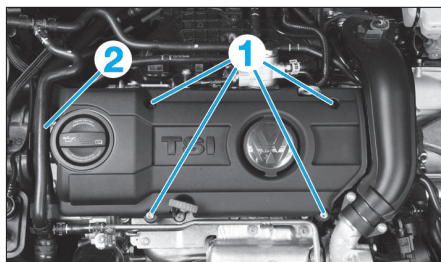

Fig. 47
- Dévisser les fixation (1) du cache moteur (Fig.47).
- Débrancher les durits (2).